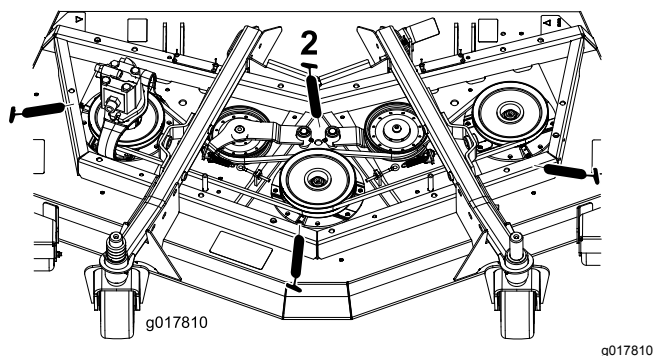

Figure 44
- 3 paliers d'axes de pivot (sous la poulie) (Figure 44)
- 2 bagues de pivot de bras de tension (Figure 44)